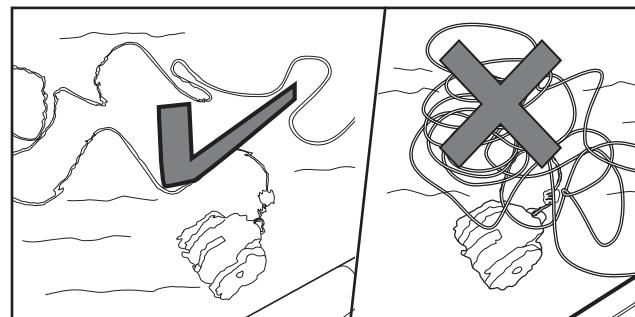

Figura 5. Distribuya el cable flotante sobre la piscina
- Distribuya el cable flotante sobre la piscina, asegurándose de que no haya torceduras o dobleces en el cable. Consulte la Figura 5.